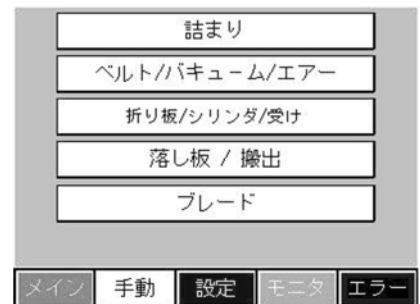

Figure 7-18
- ・手動メニュー画面が表示されます。(Figure 7-18)